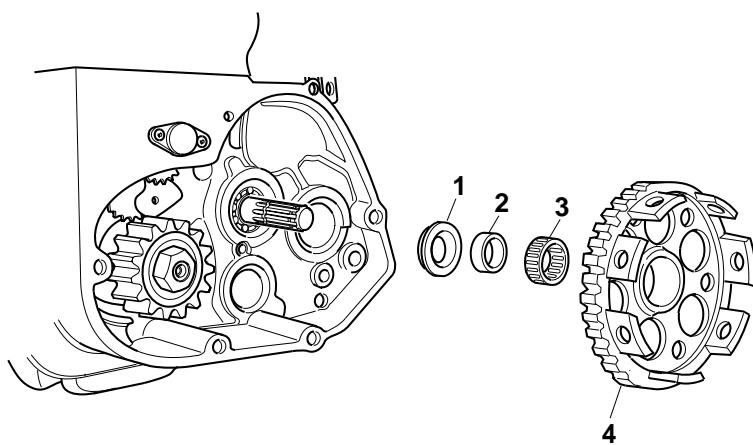

Fig. 53
3. Infilare la campana "4" nel verso indicato in fig. 53 (dentatura all'interno).
3. To install the clutch housing "4" in to direction indicated in fig. 53(the gear teeth on the inside).
3. Gehäuse "4" in die Richtung (Abb.53) einsetzen (Verzahnung im Innern).
3. Monter la cage d'embrayage "4": voir fig.53 (denture dans l'intérieur).